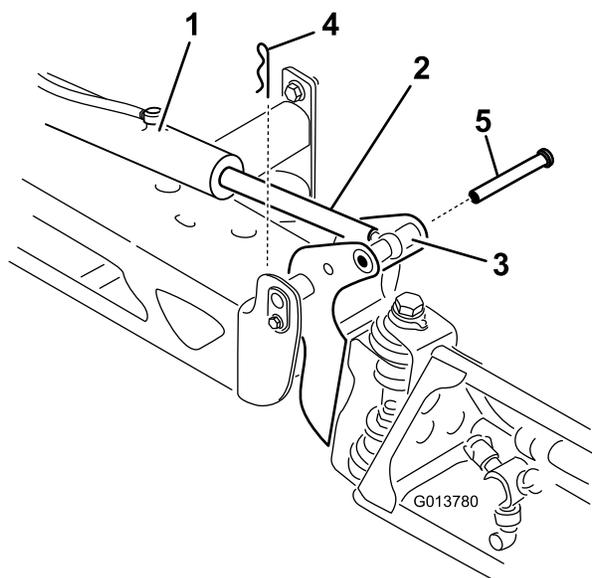

図 13
2. ピボットピンからコッターピンを抜き取る 図 13。
3. ブームを持ち上げて、ピンを外し図 13、ブームをゆっくりと床面に降ろす。
8. ブームを持ち上げて、ピボットをアクチュエータロッドに整列させる。ブームを支えながら、ブームのピボットとアクチュエータロッドにピンを通す図 13。